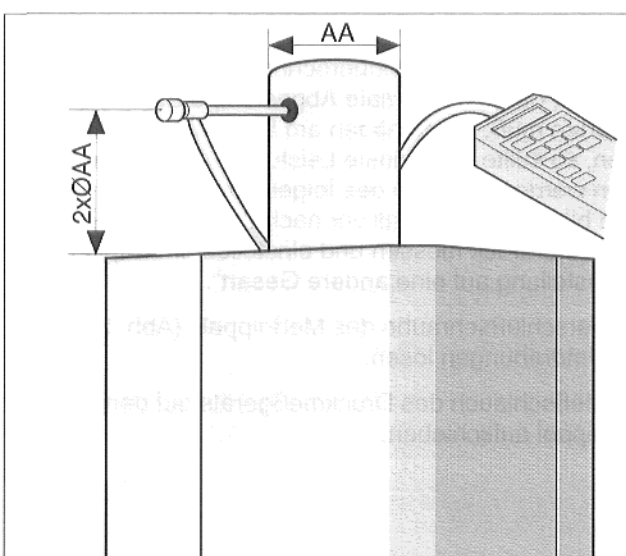

Abb. 22 Meßstelle im Abgasrohr
- Bringen Sie im Abgasrohr, ca.  $2 \times \varnothing AA$  (Abgasanschluß) nach dem Abgasanschluß vorne eine Bohrung an (Abb. 22)